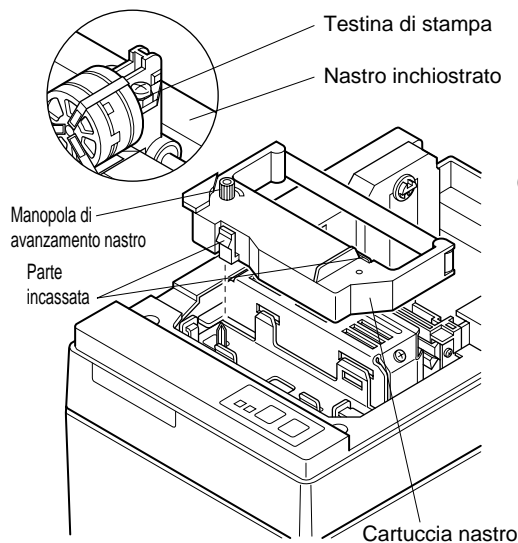

Fig. 4-2 Inserimento della cartuccia nastro
- ① Spegnere la stampante.
- ② Sollevare il coperchio di 3 cm circa. Tenere il coperchio inclinato a questa angolazione e tirarlo verso di sè per rimuoverlo.
- ③ Inserire la cartuccia nastro nella direzione mostrata nella Fig. 4-2 e premerla in basso per caricarla. Se il caricamento della cartuccia nastro non è soddisfacente, premere in basso la cartuccia nastro girando la manopola di avanzamento nastro in direzione della freccia.
- ④ Girare la manopola di avanzamento nastro della cartuccia nastro in direzione della freccia per eliminare l'allentamento del nastro.
- ⑤ Montare il coperchio con il procedimento inverso a quanto descritto al punto ② sopra.